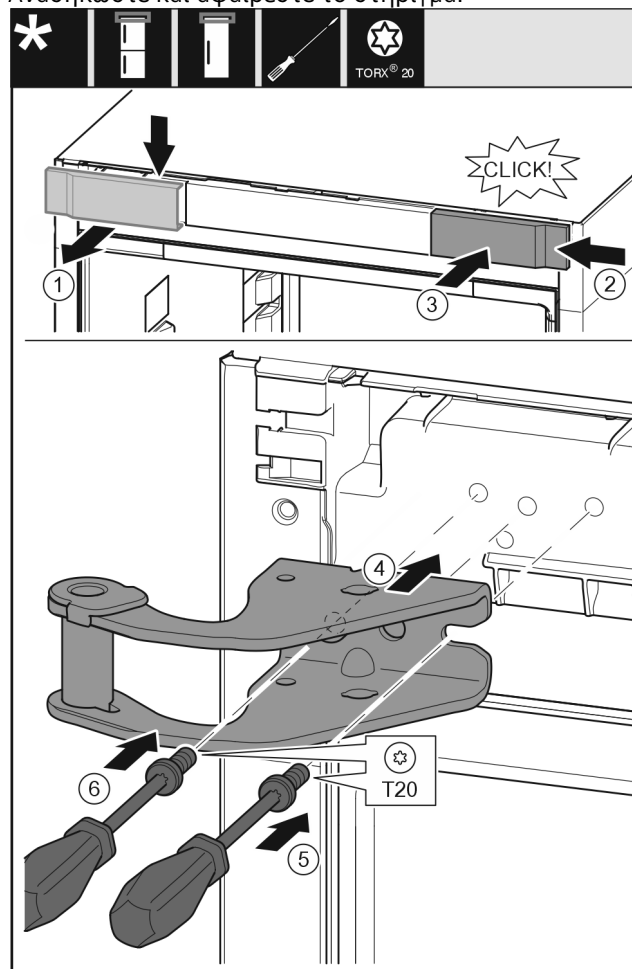

Fig. 9
- ▶ Αφαιρέστε το κάλυμμα από επάνω προς τα εμπρός. Fig. 9 (1)
- ▶ Αναρτήστε το κάλυμμα υπό γωνία 180° στην άλλη πλευρά από δεξιά. Fig. 9 (2)
- ▶ Κουμπώστε το κάλυμμα. Fig. 9 (3)
- ▶ Τοποθετήστε το επάνω στήριγμα. Fig. 9 (4)
- ▶ Τοποθετήστε τη βίδα με κατσαβίδι T20 και σφίξτε τη. Fig. 9 (5)
- ▶ Τοποθετήστε τη βίδα με κατσαβίδι T20 και σφίξτε τη. Fig. 9 (6)